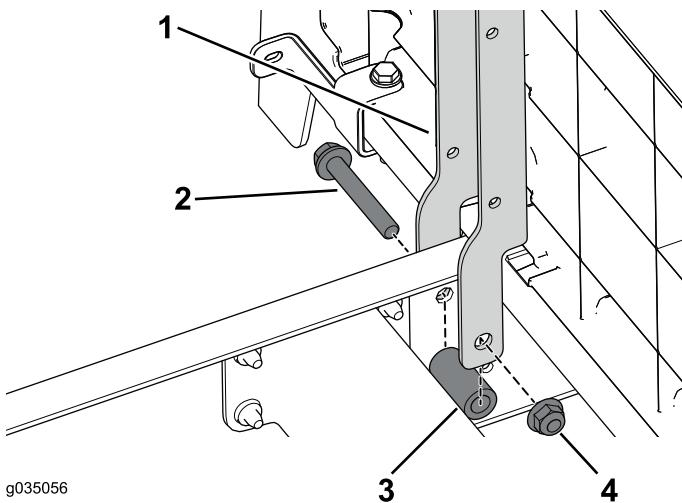

图92
1. 使用 2 个螺栓 3/8 x 2-1/2 英寸、隔片和凸缘螺母将左、右座椅支架固定到机器的前部图92。